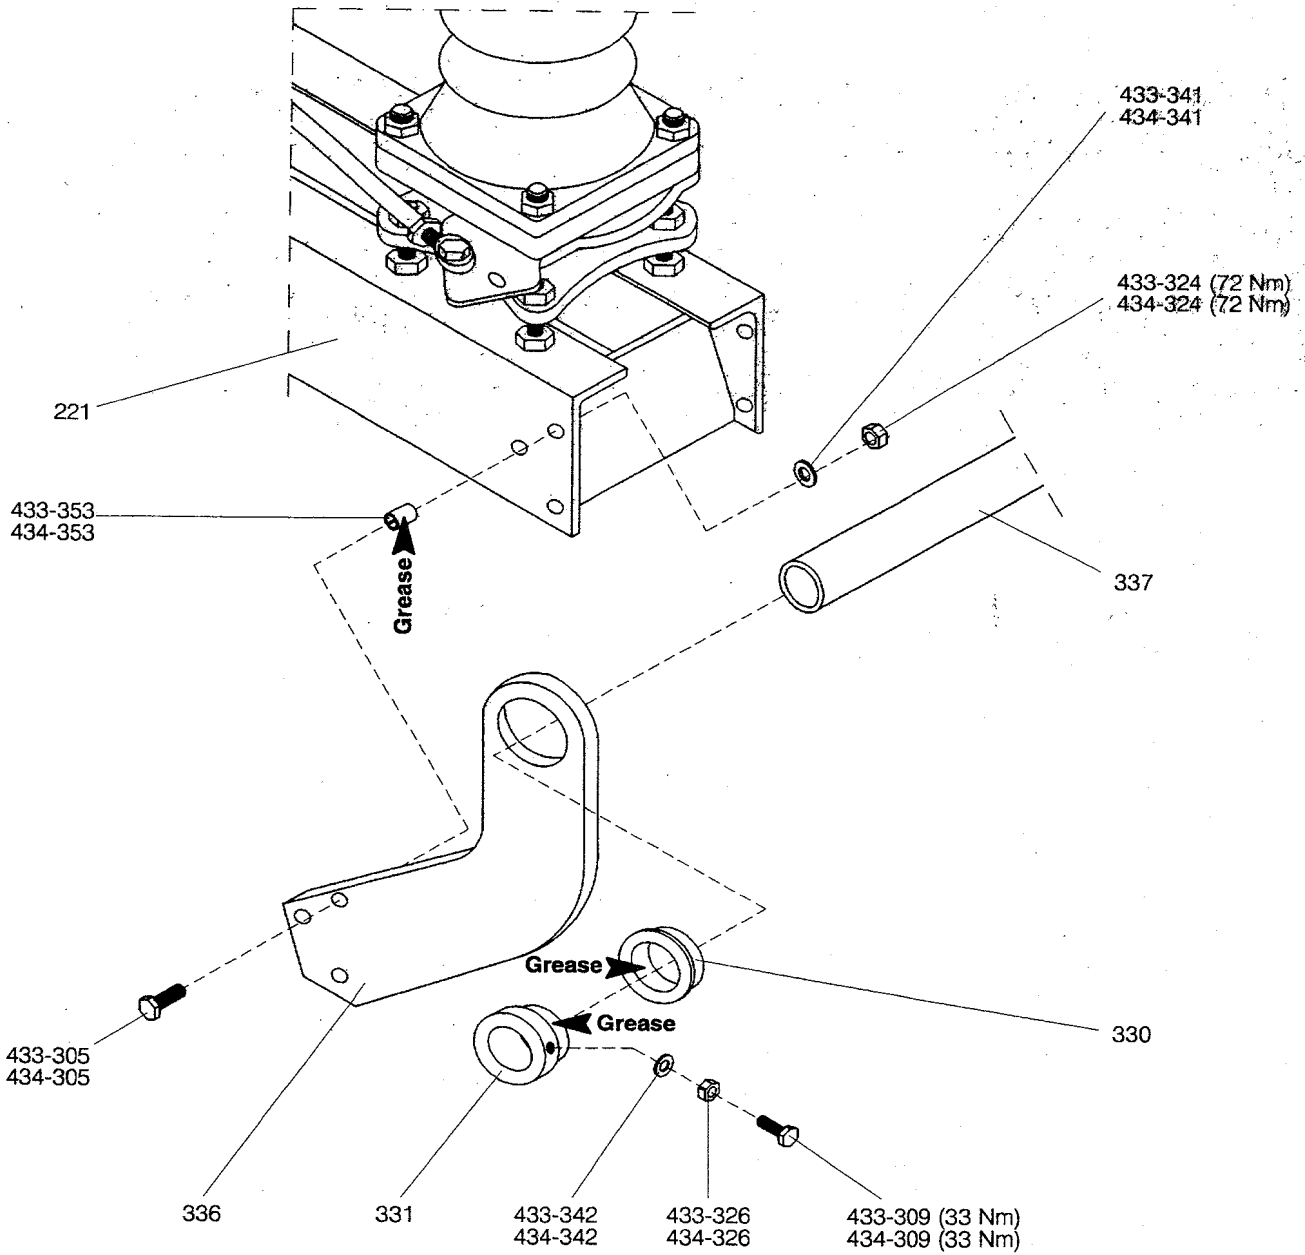

Рисунок 45: Установка приводного механизма заземлителя, параллельное расположение полюсов заземлителя. Установка опоры заземлителя (336)
1. Смажьте зажимные втулки (433-353, 434-353) — Рис. 45 силиконовой смазкой
2. Поместите опоры заземлителя (336) в монтажное положение путем перемещения в конечное положение втулок на основании рамы (221): на рабочей стороне приводимого полюса разъединителя (Рис. 45; в противном случае на стороне траверсы заземлителя (23) — Рис. 46
4. Затяните звенья заземлителя (336)
5. Смажьте опорный подшипник (330) внутри а втулки с упором снаружи (331) силиконовой смазкой и установите на место, убедившись что упорные подшипники расположены на правильной стороне — Рис. 45
6. Установите вал заземлителя (337) — Рис. 45
8. Затяните стопорный винт в упорных втулках (331) и зафиксируйте стопорной гайкой — Рис. 45
1. Смажьте зажимные втулки (431-353, 436-353) силиконовой смазкой — Рис. 45